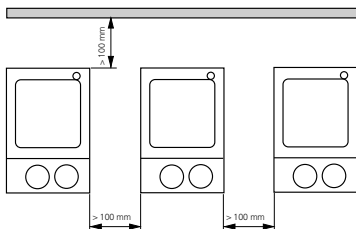

Fig. 2
- Tenga en cuenta las distancias mínimas (según lo en fig. 2 representada) entre aparatos y entre el aparato y la pared que se encuentra encima de la estructura (mín. 800mm).